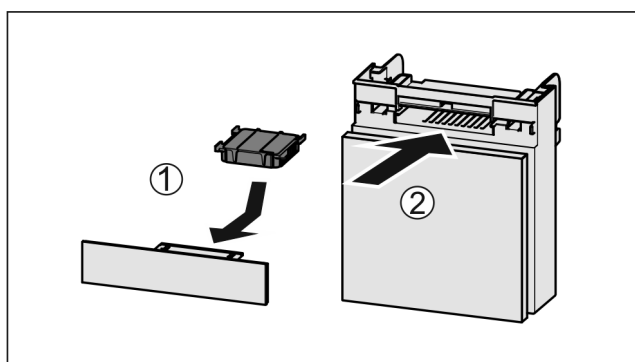

Fig. 58
- ▶ Anbring aktivkulfilteret som vis på billedet Fig. 58 (1).
- ▶ Skub rummet ind Fig. 58 (2).